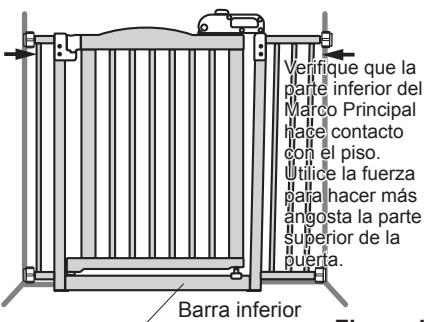

Figura 1
• Por seguridad, la parte inferior del producto debe hacer contacto con el piso según se muestra en la Figura 1.
✳ El ancho de la parte superior del marco podría ser más ancho que la pared ya que el producto está diseñado para instalarse utilizando un efecto de resorte de tensión. Si es necesario, utilice la fuerza para hacer que la parte superior de la puerta sea más angosta para encajar entre la pared según se muestra en la Figura 1.